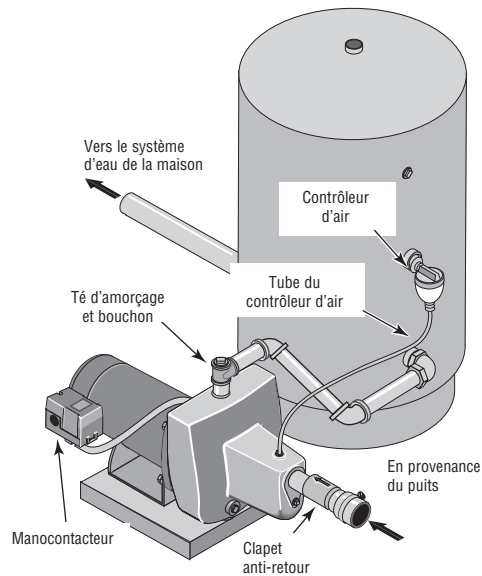

Figure 5 : Branchements sur un réservoir standard
BRANCHEMENT SUR UN RÉSERVOIR STANDARD (Figure 5)
(Figure 5)
1. Poser un té dans l'orifice de refoulement de la pompe (voir la Figure 5).
3. Déposer le bouchon fileté de 1/8 de pouce NPT de l'orifice du contrôleur d'air de la pompe (voir la Figure 5). Poser un tube entre l'orifice du contrôleur d'air (voir la Figure 5) de la pompe et l'orifice du contrôleur d'air monté sur le réservoir. Pour plus de détails, se reporter aux instructions fournies avec le réservoir et le contrôleur d'air. L'emplacement de l'orifice du contrôleur d'air variera en fonction du modèle de pompe (se reporter aux vues éclatées, page 24).